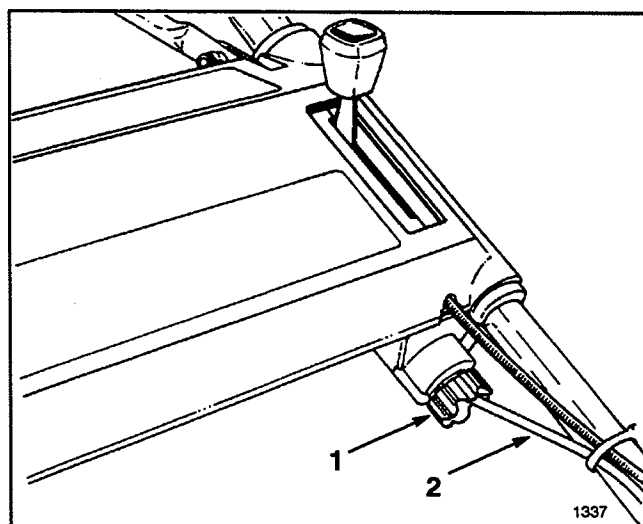

Figure 23
2. Tourner le bouton de réglage (Fig. 23) de 1/2 tour vers la droite pour tendre la courroie d'entraînement, ou de 1/2 vers la gauche pour la détendre. Tenir le câble pour qu'il ne tourne pas lorsqu'on tourne le bouton.